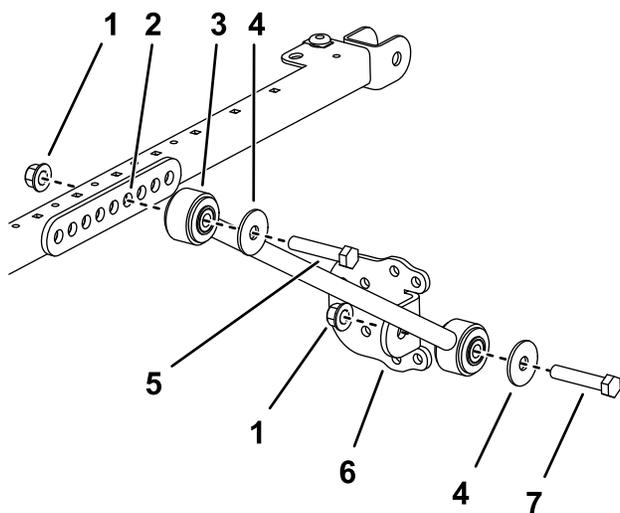

図 18
10. サンシェードのフレームの左右それぞれの側で、ブレース取り付け部の 4 番目の穴に延長リンクを仮止めするボルト  $\frac{1}{2}$  x  $2\frac{3}{4}$ " 2 本、フランジナット  $\frac{1}{2}$ " 2 個を使用して 図 18 のように取り付ける。
11. 各ブレースに、ブレースブラケットを仮止めするボルト 1/2 x 2 1/2"、ワッシャ 1/2"、フランジナット 1/2"を使用し、図 18 のように取り付ける。